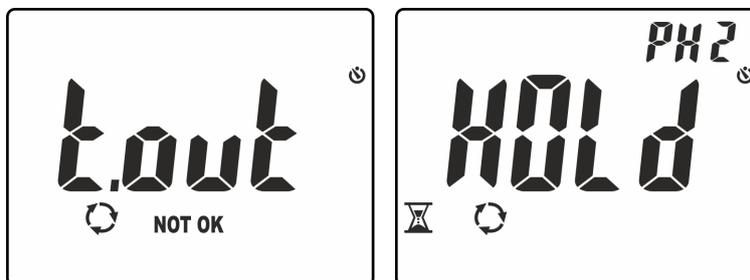

Fig. 13: Reconhecimento da fase L1 e aguardando pela fase L2
6. Colocar a ponteira vermelha na fase **L2** do sistema trifásico em exame (ver Fig. 102). Nos casos em que a passagem entre a fase L1 e a fase L2 tenha um tempo superior a **10s**, o instrumento apresenta a mensagem “**t.out**” no display (ver Fig. 13 – parte esquerda) Em condições corretas de tensão e frequência, o instrumento apresenta a mensagem “**HOLD**”, os símbolos ⏸ e “PH2” e emite um som contínuo aguardando pelo reconhecimento de um valor estável da tensão na fase L2 (ver Fig. 13 – parte direita)